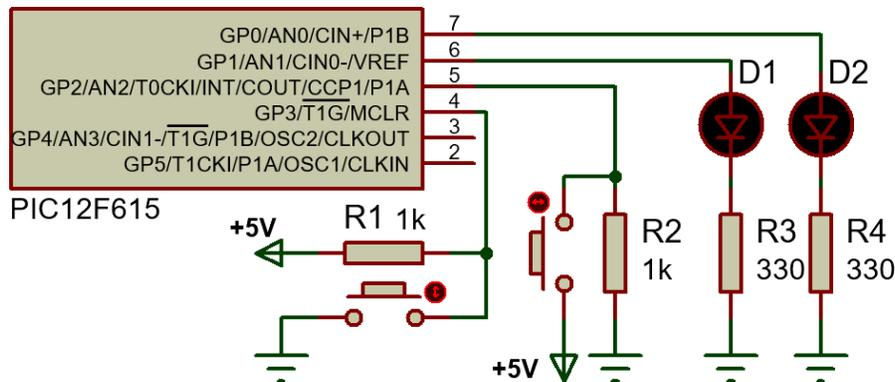

Figura 1.4. Circuito contador binario de 2 bits.
- 4) Realice la simulación del circuito de la figura 1.4 empleando el archivo *.hex* obtenido de la compilación del programa de las figuras 1.3 (a) y (b). Compruebe que se comporta de acuerdo con la descripción del punto 2 del procedimiento experimental. Entregue una copia a su profesor siguiendo las indicaciones que éste haya dado para su entrega.
- Arme el circuito mostrado en la figura 1.4 alimentando el circuito en las terminales **V_{DD}** y **V_{SS}** de acuerdo con lo que indica la hoja técnica del microcontrolador.
- Pruebe nuevamente el circuito de la figura 1.4 con la modificación en el programa, anotando sus observaciones y comente sobre las razones del comportamiento que presenta el circuito.